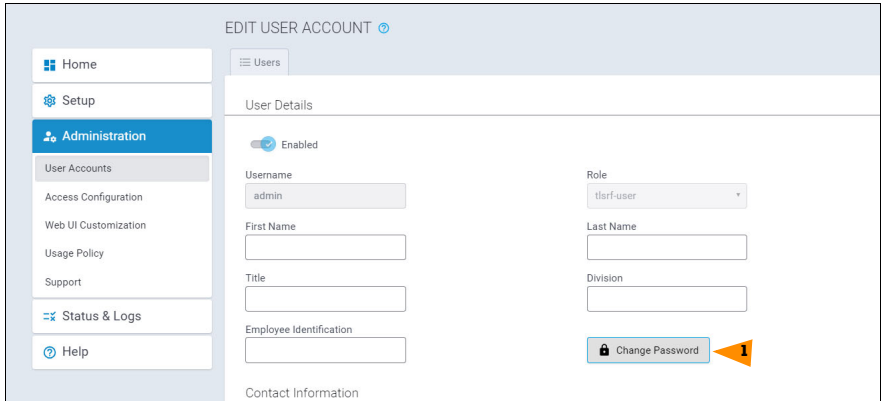

Abbildung 9. Fenster Gateway „Edit User Account“
5. Auf der Seite „Edit User Account“ (Benutzerprofil bearbeiten) die Schaltfläche „Change Password“ (Passwort ändern) auswählen. (Punkt 1, Abbildung 9).